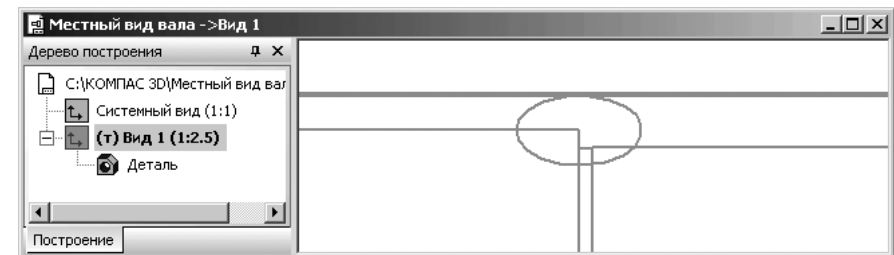

Рис. 4.141. Базовый, опорный вид – Вид 1
- щелкните в контекстном меню по пункту **Местный вид**. Появится базовый, опорный вид (рис. 4.141).